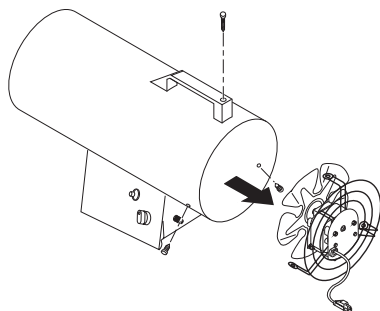

Figure 10 - Retrait de la grille de protection du moteur et du ventilateur de l'appareil de chauffage
2. Retirez le moteur et la grille de protection du ventilateur de l'habillage de l'appareil de chauffage (voir figure 10).
2. Retirez le moteur et la grille de protection du ventilateur de l'habillage de l'appareil de chauffage (voir figure 10, page 8).